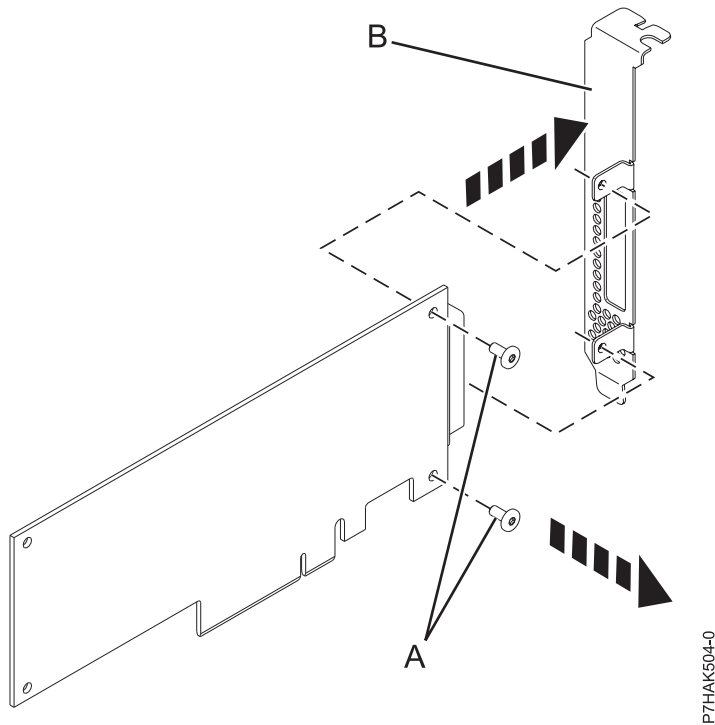

Figure 78. Retrait de la contre-poupée grand format d'une nouvelle carte PCIe
8. A l'aide d'un tournevis cruciforme, desserrez les deux vis de fixation **(A)** qui servent à fixer la contre-poupée grand format **(B)** à la nouvelle carte PCIe, comme illustré dans la figure 78, à la page 87.